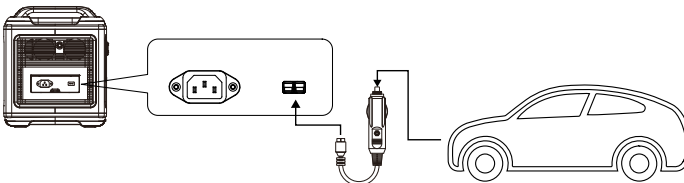

Abb. 2: Laden über Fahrzeug
2. Verwenden Sie ein geeignetes Kabel mit Anderson-/ Zigarettenanzünder-Steckerenden und schließen Sie das Fahrzeug an den Anderson-Eingang an. Siehe **Abb. 2: Laden über Fahrzeug** [▶ 13].